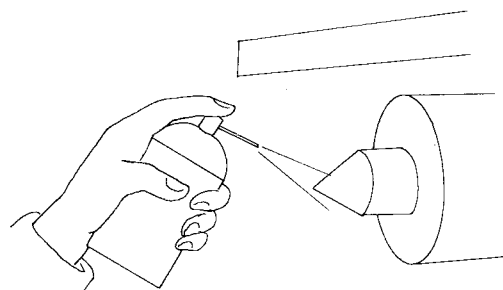

図 2-19
- (3) 両センタをウエスできれいに清掃し、減摩剤（モリブデン）を塗る（図2-19）。